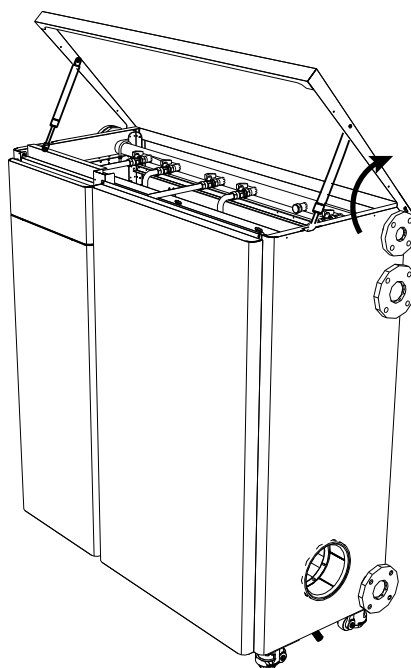

fig. 104
3. Subir la tapa (ver fig. 104)